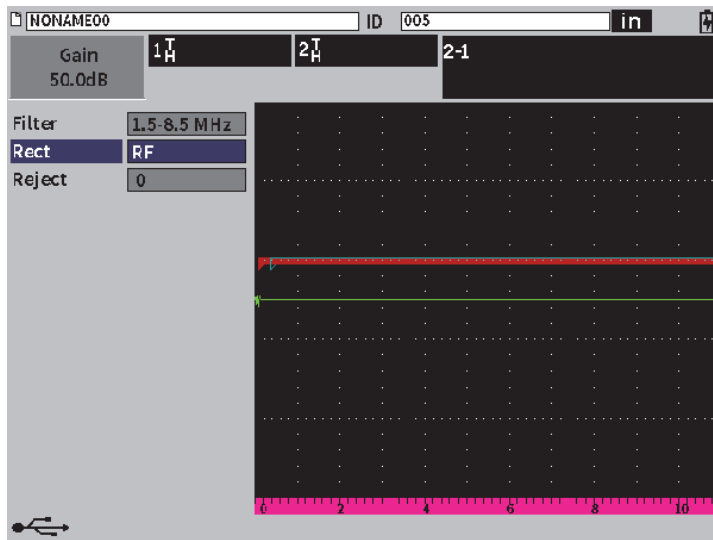

Figura 11-42 Caixa de diálogo receptor
2. Na caixa de diálogo receptor (**RX**), defina **Retificar** para **RF** (veja Figura 11-42 na página 230).
3. Pressione ESC duas vezes para ignorar o menu de configuração e visualizar a medição eco a eco em tempo real no A-scan (veja Figura 11-42 na página 230).